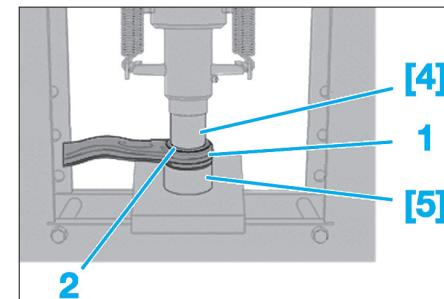

Fig. 29
- l'articulation élastique arrière de triangle (1) à l'aide des outils [4], [5] (Fig.29).
- Enfoncer l'articulation pour que la collerette (2) vienne en appui sur le triangle.
*La collerette (2) doit être sur la face inférieure du triangle.*